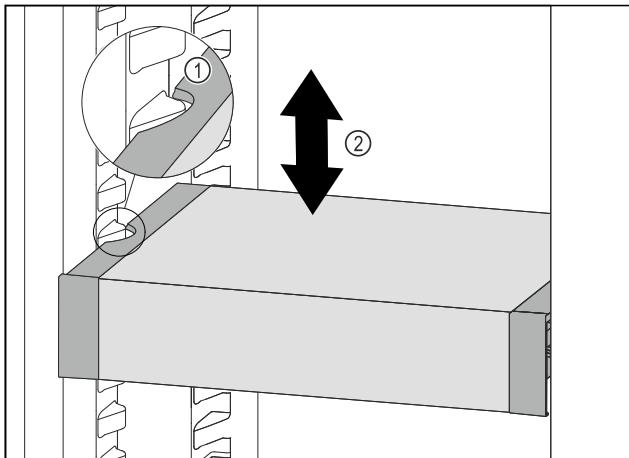

Fig. 146
- Потягнути VarioSafe вперед, поки бокові заглибилення VarioSafe не опиняться на рівні ребра для резервуара в охолоджувальному відділенні. *Fig. 146 (1)*
- Пересувайте VarioSafe вгору або вниз в охолоджувальному відділенні до тих пір, поки не досягнете бажаної висоти. *Fig. 146 (2)*